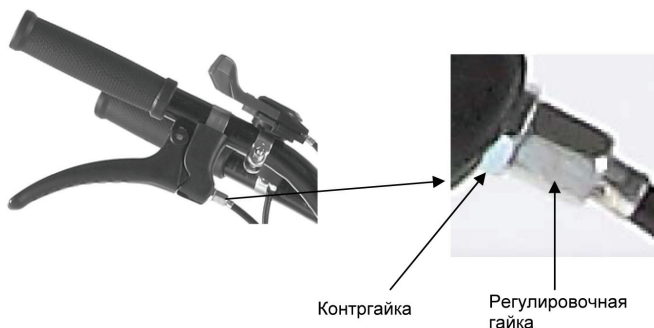

Рис. 6
6. Установите на мотоблок защитные крылья фрез (Рис. 6)
7. Установите рычаг переключения передач, закрепив его болтом с гайкой (Рис. 6).